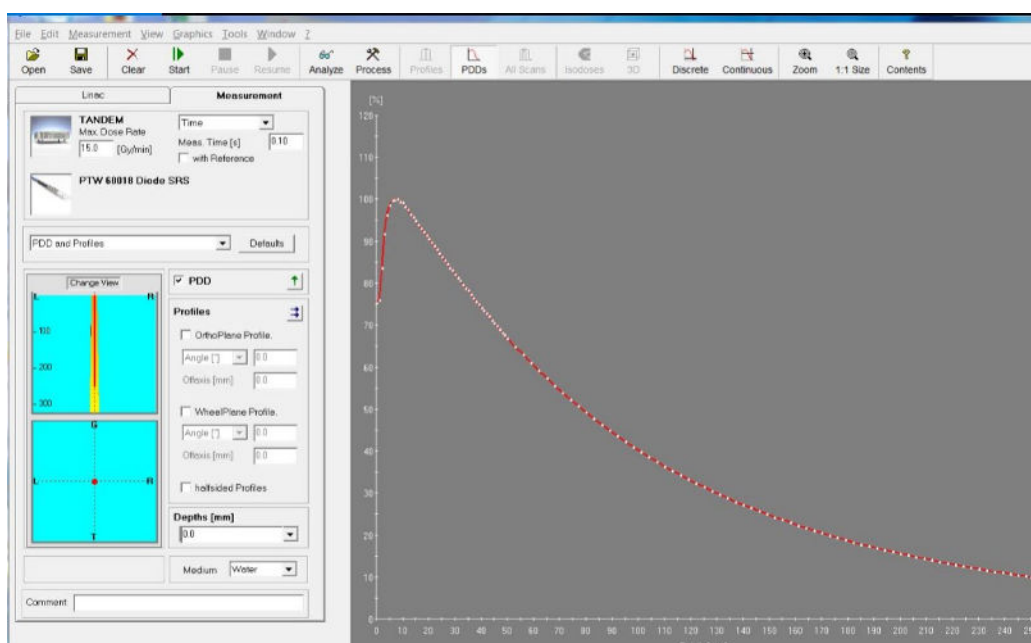

図 1-18. PDD のプロット
g. TDS Linac Calibration に進み、25 mm Collimator を選択し、Dose に「5000 MU」と入力します。ビームの電源を入れた後、すぐに PTW Mephysto にアクセスし、**Start** を押してスキャンを開始します。PDD の典型的なプロットを以下に示します（図 1-18 を参照）。